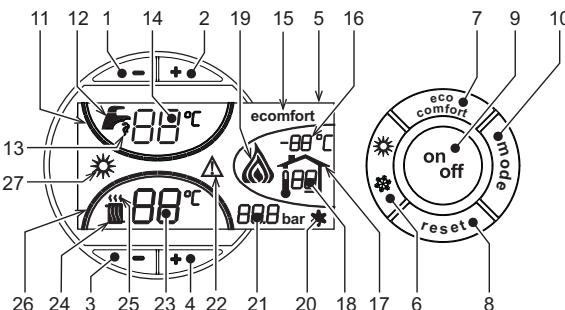
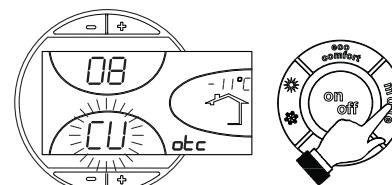

fig. 1 - Panneau de contrôle
fig. 11 - Courbe de compensation
En cas de besoin thermique (déTECTé par le thermostat d'ambiance ou la chronocommande à distance), l'air chaud au-dessus du radiateur (rep. 24 et 25 - fig. 1) clignote.
Les voyants des degrés chauffage (rep. 26 - fig. 1), s'allument au fur et à mesure que la température du capteur de chauffage atteint la valeur fixée.
Lors d'une demande d'eau chaude sanitaire (venant de l'ouverture d'un robinet d'eau chaude), l'icône du robinet d'eau chaude (rep. 12 et 13 - fig. 1) clignote. S'assurer que la fonction COMFORT (rep. 15 - fig. 1) est activée
Les voyants d'indication de chauffage (rep. 11 - fig. 1) s'allument au fur et à mesure que la température du capteur de l'eau chaude sanitaire atteint la valeur programmée.
Lorsque le chauffage du ballon est actif (réglage par défaut), le pictogramme CONFORT est actif sur l'afficheur (rep. 15 - fig. 1), tandis que lorsqu'il est désactivé, c'est le pictogramme ECO qui est actif sur l'afficheur (rep. 15 - fig. 1)
Le ballon peut être désactivé par l'utilisateur (mode ECO) en appuyant sur la touche eco/confort (rep. 7 - fig. 1). Pour activer le mode CONFORT, rappuyer sur la touche eco/confort (rep. 7 - fig. 1).
Appuyer sur la touche **on/off** (rep. 9 - fig. 1) pendant 1 seconde.
Pour rallumer la chaudière, appuyer à nouveau sur la touche **on/off** (rep. 9 - fig. 1) pendant 1 seconde.
- Appuyer sur la touche **ON/OFF** (9 - fig. 1).
Appuyer sur la touche **été/hiver** (rep. 6 - fig. 1) pendant 1 seconde.
L'afficheur montre le symbole Été (rep. 27 - fig. 1) : la chaudière ne fournira que de l'eau chaude sanitaire. Le système hors-gel reste actif.
Pour désactiver le mode Été, appuyer à nouveau sur la touche **été/hiver** (rep. 6 - fig. 1) pendant 1 seconde.
Pour régler la température entre 30° C (minimum) et 80° C (maximum), agir sur les **touches du chauffage** (rep. 3 et 4 - fig. 1).
Pour régler la température entre 10 °C (minimum) et 65 °C (maximum), agir sur les **touches eau chaude sanitaire** (rep. 1 et 2 - fig. 1).
Lorsqu'une sonde extérieure (option) est installée, l'afficheur du tableau des commandes (rep. 5 - fig. 1) montre la température extérieure actuelle mesurée par la sonde. Le système de régulation de la chaudière travaille en mode "température évolutive". Dans ce mode, la température de l'installation chauffage est régulée en fonction des conditions climatiques extérieures de manière à garantir un confort élevé et une économie d'énergie pendant toute l'année. En particulier, lorsque la température extérieure augmente, la température de départ installation diminue selon une courbe donnée "de compensation".
Avec le réglage évolutif, la température programmée à l'aide des touches chauffage (rep. 3 et 4 - fig. 1) devient la température maximum de départ installation. Il est conseillé de régler la valeur maximale pour permettre au système de réguler la température sur toute la plage utile de fonctionnement.
Appuyer une fois sur la touche **mode** (rep. 10 - fig. 1) pour afficher la courbe de compensation actuelle (fig. 11). Il est possible de la modifier à l'aide des **touches eau chaude sanitaire** (rep. 1 et 2 - fig. 1).